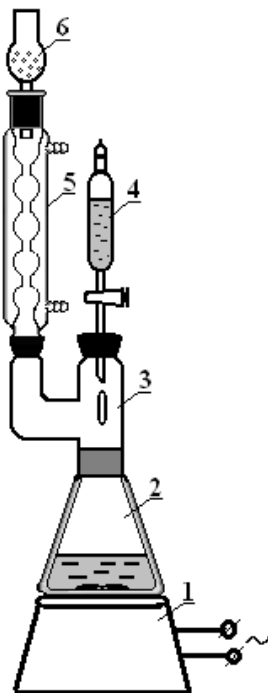

Рис. 4. Схема установки для получения реактива Гриньяра:
1. Установка для получения реактива Гриньяра (рис.4)